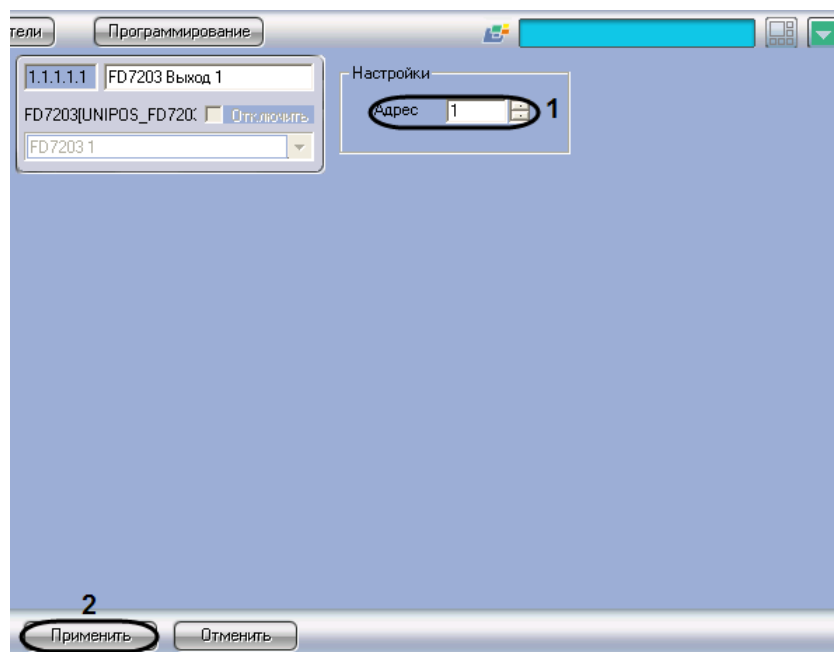

Рис. 3.6-7 Настройка выходов адресного модуля FD7203
1. Перейти на панель настройки объекта **FD7203 Выход** (Рис. 3.6-7).
2. В поле со списком **Адрес** ввести адрес выхода модуля *FD7203* (см. Рис. 3.6-7, **1**).
3. Для сохранения настроек во внутренней базе данных ПК *ACFA Intellect* нажать кнопку **Применить** (см. Рис. 3.6-7, **2**).